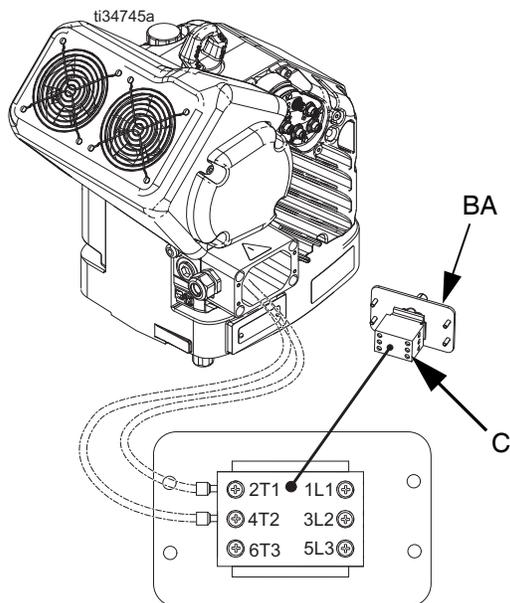

FIG. 7 : Raccordements aux bornes
REMARQUE : Dans le boîtier de raccordement, les fils d'alimentation sont préinstallés aux bornes 2T1 et 4T2 du bloc de débranchement. Pour l'emplacement des bornes, voir FIG. 7.
5. Voir FIG. 7 et raccorder les fils du cordon d'alimentation aux bornes 1L1 et 2L2.